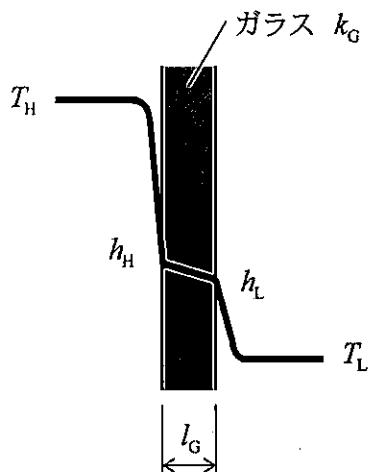

図1 一枚ガラスの場合
1) 図1に示すようなガラスが一枚の場合において、ガラスの厚さを  $l_G$  [m]、熱伝導率を  $k_G$  [W/(m·K)] とし、高温側の空気温度を  $T_H$  [°C]、熱伝達率を  $h_H$  [W/(m2·K)]、低温側の空気温度を  $T_L$  [°C]、熱伝達率を  $h_L$  [W/(m2·K)] とする。